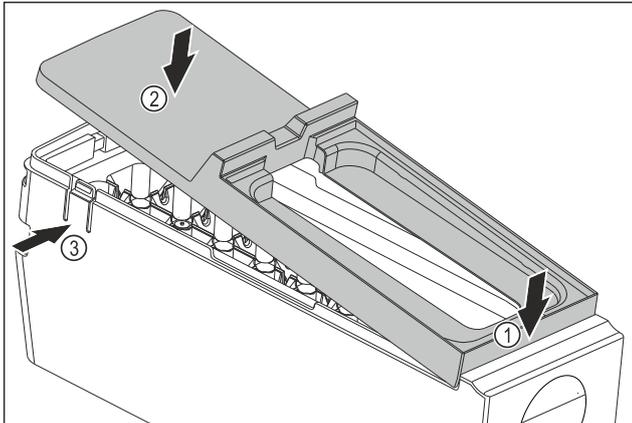

Fig. 92
- ▶ Встановіть кришку корпусу EasyTwist-Ice: Прикріпіть кришку спереду. Fig. 92 (1)
- ▶ Опустіть кришку ззаду. Fig. 92 (2)
- ▷ Кришка зі звуком фіксується в обох виступах Fig. 92 (3).